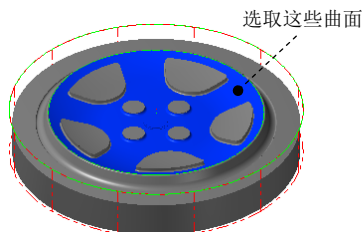

图 15.30 选取加工面
(1) 在图形区中选取图 15.30 所示的曲面（共 11 个），然后按 Enter 键，系统弹出“刀具路径的曲面选取”对话框。